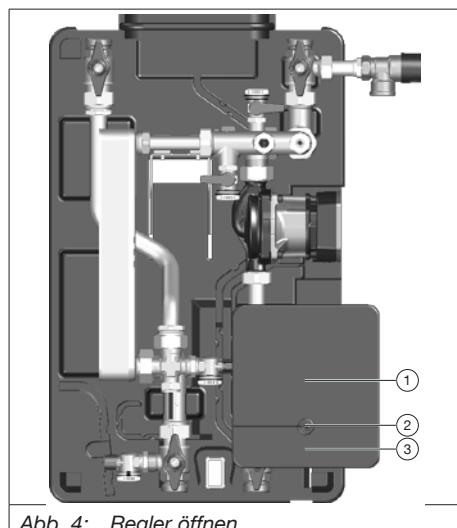

Abb. 4: Regler öffnen
- Lösen Sie die Schraube mit Innensechsrund (siehe Position (2) in Abb. 4) und legen Sie diese beiseite.
- Schieben Sie die Abdeckung-Anschlusspanels (siehe Position (1) in Abb. 4) hoch bis diese hörbar einrastet.
- Klappen Sie die Abdeckung-Zuleitungen ab (siehe Position (3) in Abb. 4) und legen Sie diese beiseite.